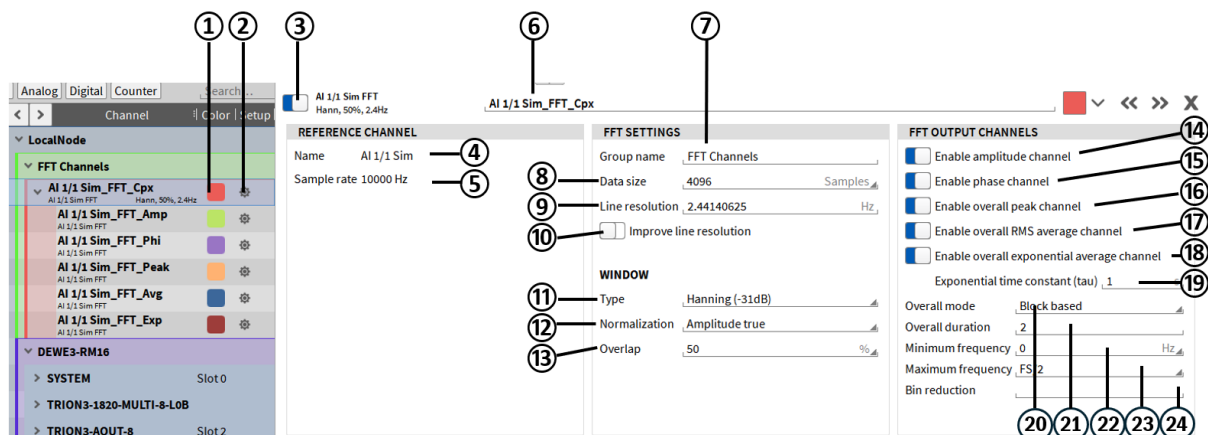

Abb. 7.90: Kanaleinstellungen des komplexen Spektrums – Übersicht
- Dieser Kanal wird nicht automatisch berechnet, sondern muss manuell in den Kanaleinstellungen des komplexen Spektrums *Channel_Name_Cpx* ausgewählt werden, nachdem der FFT-Kanal erstellt wurde (siehe (14) in Abb. 7.90).